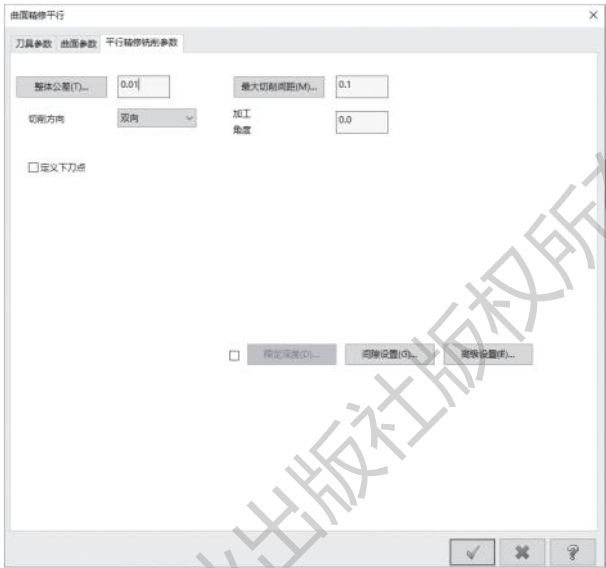

图 6-65 修改加工角度
2) 在第 8 步：曲面精修平行刀路的目录下单击【参数】选项，系统弹出【曲面精修平行】对话框，打开【平行精修铣削参数】选项卡，修改【加工角度】为 0°，其他参数按默认设置，如图 6-65 所示。